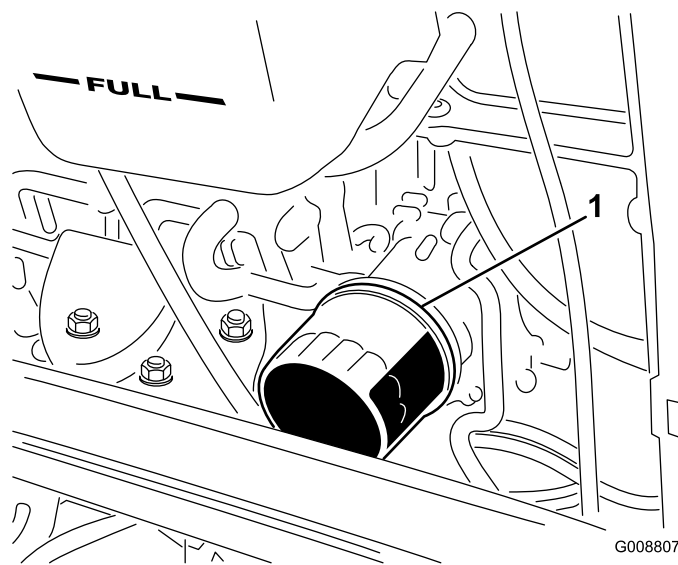

Figure 56
4. Déposez le filtre à huile (Figure 56).